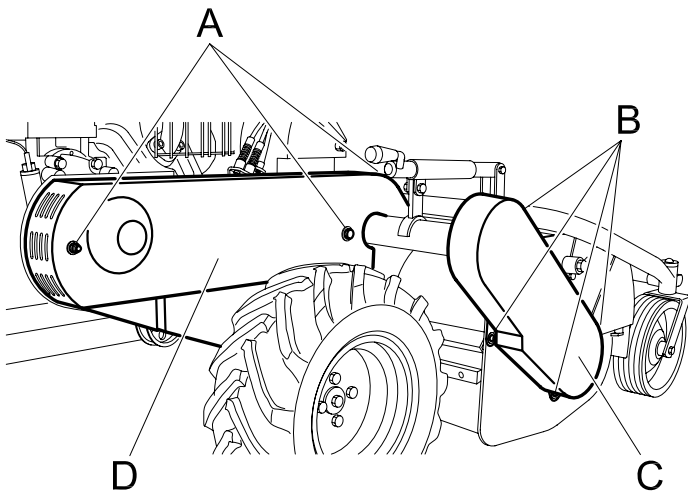

Figure 9
- Enlever la protection (Fig. 9 Réf.C), en dévissant et en enlevant les vis indiquées figure 9 Réf. B
Pour accéder à la zone dans laquelle sont situés les courroies de transmission et le dispositif de réglage du frein rotor, il est nécessaire d'enlever la protection (Fig. 9 Réf. D), puis de dévisser et d'enlever les vis indiquées figure 9 Réf. A
- Les carters de protection des courroies (Fig. 9 Réf. D et C) et les protections de la lame (Fig. 1 Réf. H) doivent toujours être installés correctement et être en bon état. En cas de détérioration, les réparer avant de réutiliser la machine.
- Nettoyer l'intérieur du carter de protection courroie (Fig. 9, Réf. D) avec un jet d'air.